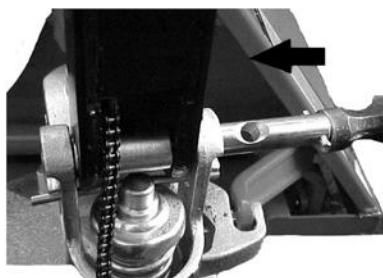

Fig. 6 Montage de l'essieu
- a)** Insérez le bras de timon (1) dans le piston de pompe puis utilisez un marteau pour insérer l'essieu avec des trous dans la pompe hydraulique et le bras de timon (Fig. 6).